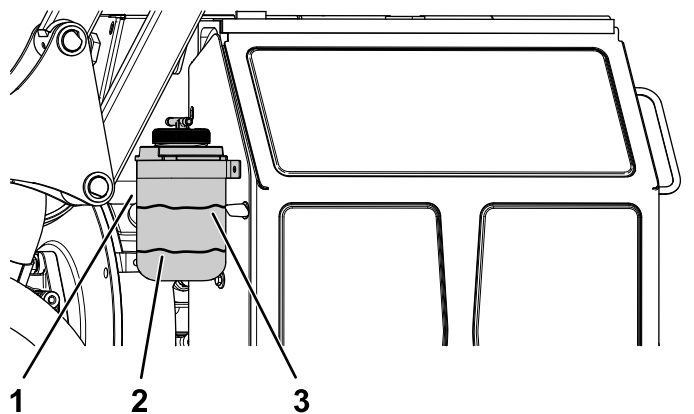

Figura 85
1. Verifique o nível de líquido de arrefecimento do depósito secundário (Figura 85).